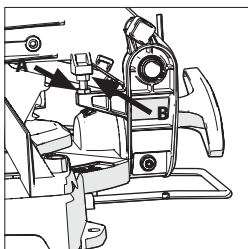

Fig. 12A + 12B
- Afloje la contratuerca en el tornillo de tope del recorrido descendente con una llave de 10 mm (no suministrada) (**Fig. 12A**).